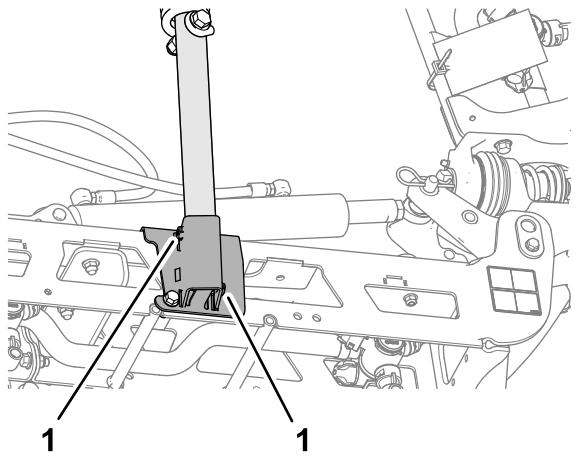

図 111
3. 下側クレードルチューブを固定している固定ねじをゆるめる図 111。